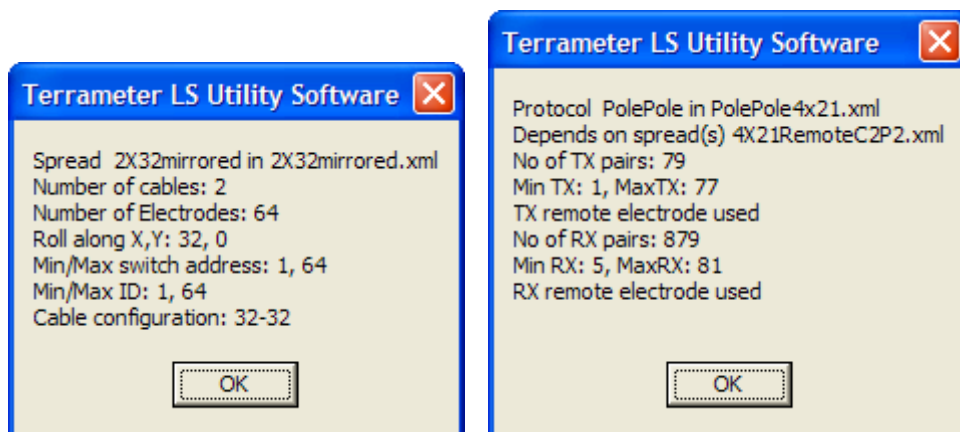

Figura 83. Ejemplos de análisis de tendidos y protocolos respectivamente
- “Analyze single XML file” : Muestra un breve resumen de las propiedades del archivo (Figura 83)